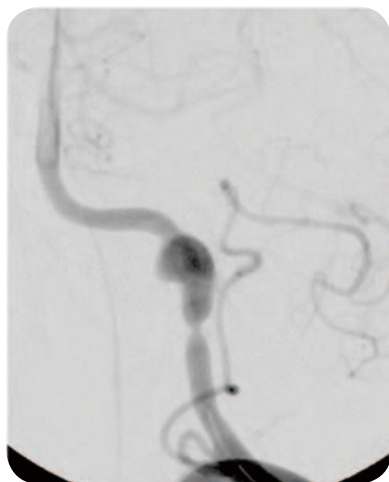

Fig.1
全身麻酔下に右大腿動脈に6Fr. Long sheathを留置。診断造影を行うと右椎骨動脈 (VA) に pearl and string sign を呈する解離性動脈瘤を認めた。瘤 (pearl 部) の最大径は9mm、後下小脳動脈 (PICA) は動脈瘤の近位の VA から (post-PICA type)、前脊髄動脈 (ASA) は動脈瘤の遠位の VA より起始していた (Fig.1)。Double catheter technique による internal trapping を予定した。